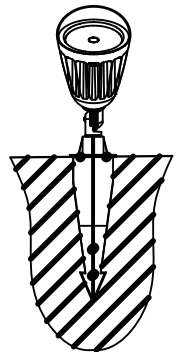

Fig. 4
- Piquer le montage dans le sol, viser le montage dans la direction désirée (Fig. 4).